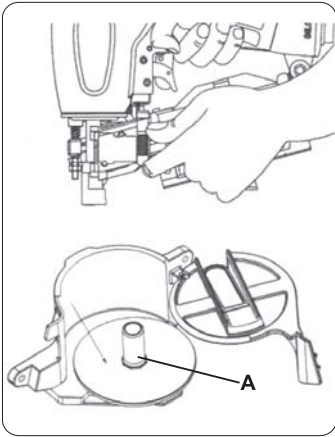

FIGURA 3
3. Para o modelo SP 4570, siga as instruções conforme mostrado abaixo na Figura 3: